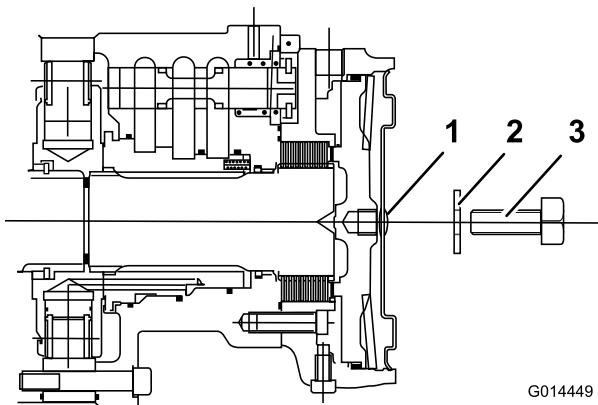

Bild 36
4. Setzen Sie eine lange Stellschraube (M12 x 40 mm) mit Scheibe durch das Loch in der Mitte der Motorenendplatte ein (Bild 36).
5. Ziehen Sie die Stellschraube im Gewindeloch des Bremskolbens an, bis sich die Bremse löst (Bild 36).
6. Ermitteln Sie die Scheibenbremse am linken Vorderradmotor und wiederholen Sie den vorherigen Schritt (Bild 36).